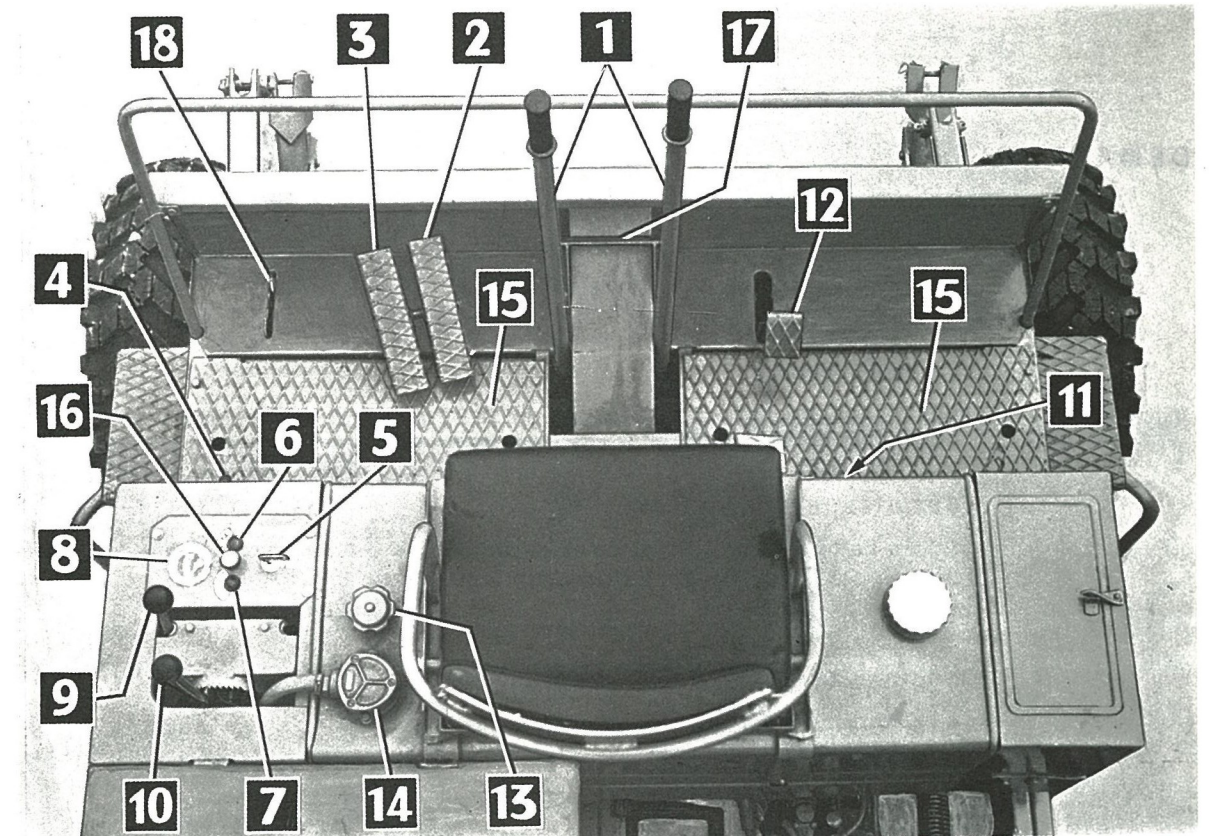
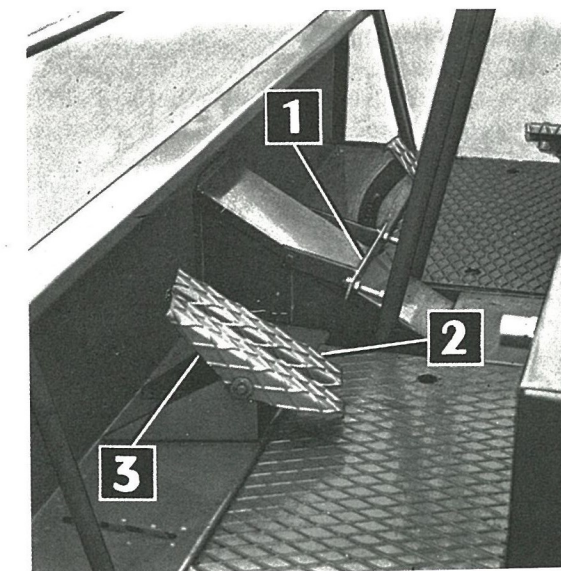

FIG. 1
FIG. 1A
COMMANDES ET APPAREILS DE CONTROLE Fig. 1
leviers de direction (1 - Fig. 1)
Si l'on désire maintenir les leviers en position "NEUTRE" il suffit de les bloquer en basculant vers l'arrière le pontet (17) Fig. 1, comme le montre la Fig. 1A.
pédale de commande du variateur d'avancement (3 - Fig. 1 et 1A)
pédale de commande du relevage de plateforme de coupe (2 - Fig. 1 et 1A)
levier d'embrayage de la plateforme de coupe (9 - Fig. 1)
levier d'accélération du régime moteur (10 - Fig. 1)
index de positionnement du variateur avancement (18 - Fig. 1)
pédale de frein de sécurité (11 - Fig. 1)
pédale de commande de frein (12 - Fig. 1)
interrupteur général (5 - Fig. 1)
poussoir de démarrage (4 - Fig. 1)
En pressant le poussoir on met en marche le démarreur, à condition que la clef (5 - Fig. 1) soit au moins au premier cran.
thermomètre d'eau de refroidissement du moteur (8 - Fig. 1)
témoin d'insuffisance de pression d'huile moteur (7 - Fig. 1)
témoin d'insuffisance de charge des batteries (6 - Fig. 1)
Sous la poignée du levier droit de direction (1 - Fig. 1) est monté un poussoir commandant l'avertisseur.
dispositif de départ à froid (16 - Fig. 1)
Pour le démarrage du moteur à froid, il est nécessaire - avant d'appuyer sur le bouton poussoir (4 - Fig. 1) - de tirer sur la manette (16 - Fig. 1).
- les leviers 1 - Fig. 1 sont en appui sur le pontet 1 - Fig. 1A préalablement rabattu vers l'arrière.
- l'index du variateur d'avancement 18 - Fig. 1 soit en face de la graduation "0"
- contrôler le niveau d'huile de l'installation hydraulique qui doit se trouver au-dessus du trait gravé sur la jauge (13 - Fig. 1).
- porter l'accélérateur (10 - Fig. 1) à mi-course
- introduire la clef dans le contacteur général (5) et la tourner jusqu'au premier cran.
- tirer à fond sur le bouton (16 - Fig. 1) puis presser le poussoir de démarrage (4 - Fig. 1) jusqu'à lancement du moteur.
- lorsque le moteur tourne, repousser complètement la tirette (16 - Fig. 1) de départ à froid.
- desserrer les freins en déverrouillant la pédale (12 - Fig. 1)
- rabattre en avant le pontet (17 - Fig. 1)
- appuyer doucement sur l'avant de la pédale du variateur (3 - Fig. 1) jusqu'à ce que la machine se mette en mouvement.
- corriger la trajectoire que l'on désire suivre en agissant sur les leviers directeurs (1 - Fig. 1)